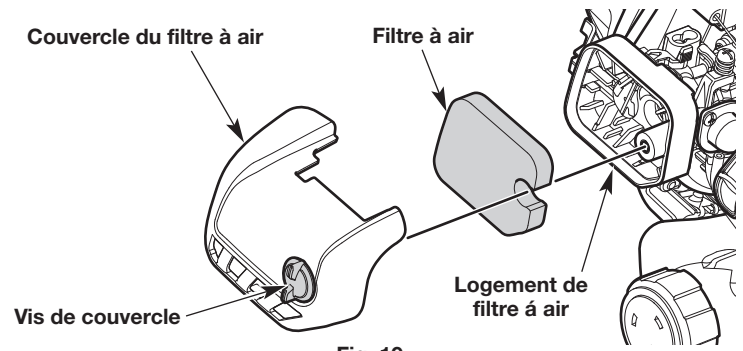

Fig. 19
1. Ouvrez le couvercle du filtre à air en desserrant la vis du couvercle (Fig. 19).
2. Retirez le filtre à air du logement du filtre à air (Fig. 19).
6. Réinstallez le filtre à air dans le logement du filtre à air (Fig. 19).